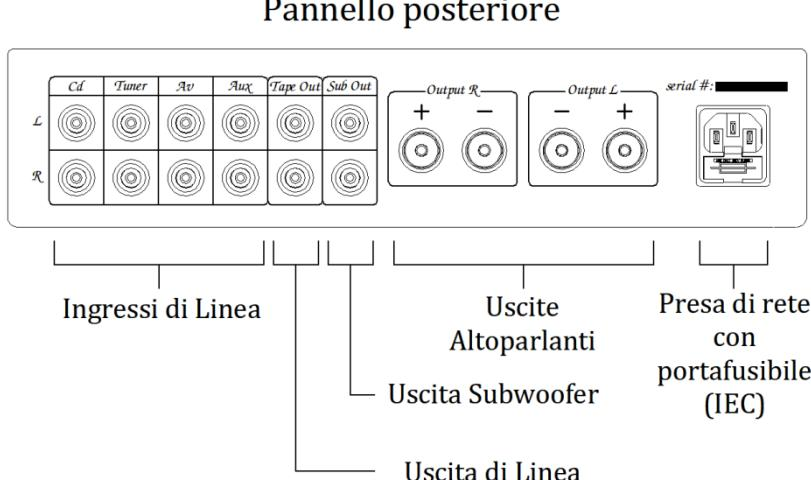

Figura 3
Collegare le sorgenti di segnale (lettore CD, sintonizzatore, ricevitore AV) alle prese RCA dedicate, posizionate sul pannello posteriore (*Figura 3*). Per gli
**Uscite di linea:** l'apparecchio dispone di due uscite di linea (*Figura 3*); l'uscita Tape (*Tape Out*) fornisce un segnale identico a quello della sorgente selezionata, mentre l'uscita Subwoofer (*Sub Out*) fornisce un segnale proporzionale al livello del volume di ascolto ed è progettata per il collegamento di un Subwoofer attivo.
**Altoparlanti:** collegare i cavi dei diffusori ai morsetti di uscita dell'amplificatore, facendo attenzione a rispettarne la polarità: rosso = positivo, nero = negativo (*Figura 3*).
I fusibili di rete, di tipo 5x20mm ritardati, si trovano nel portafusibile incorporato nella presa IEC (*Figura 3*). Il loro valore corretto è indicato sul retro dell'apparecchio e tra le specifiche tecniche riportate alla fine di questo manuale.